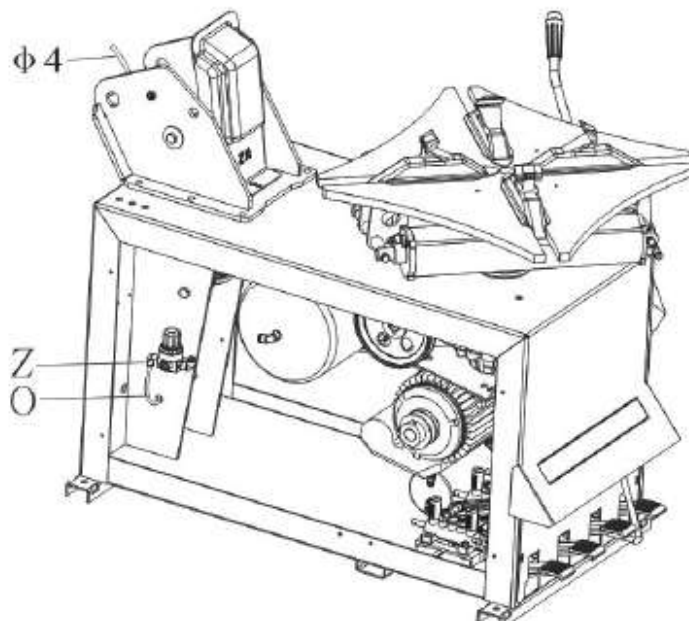

Abb. 8
- Neigen Sie die Säule und führen Sie den Schlauch Ø4 M durch das Loch O in das Gehäuse N (Abb. 8).
- Verbinden Sie den Schlauch in der Säule: Wie in Abb. 8 zu sehen, verbinden Sie das Schlauch O Ø4 an den Druckregulator Z.